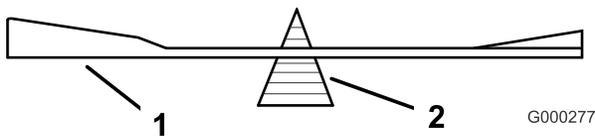
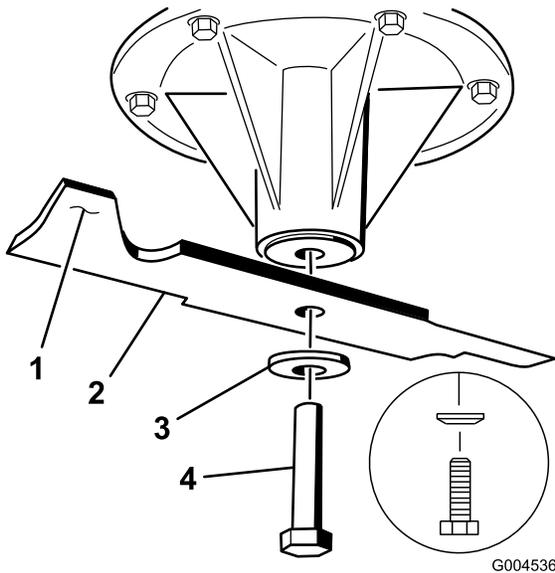

Figure 100
Figure 101
2. Vérifiez l'équilibre de la lame en la plaçant sur un équilibreur (Figure 100). Si la lame reste horizontale, elle est équilibrée et peut être utilisée. Si la lame est déséquilibrée, limez un peu l'extrémité de la partie relevée seulement (Figure 101). Répétez la procédure jusqu'à ce que la lame soit équilibrée.
1. Placez la lame sur l'axe (Figure 101).
2. Installez la rondelle élastique et le boulon de la lame. Le côté bombé de la rondelle élastique doit être dirigé vers la tête du boulon (Figure 101). Serrez le boulon à un couple de 115 à 150 Nm (85 à 110 pi-lb).